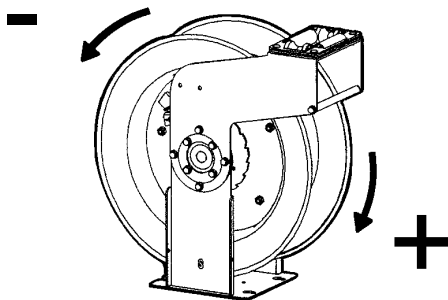

Fig. 6
4. Rotate the reel either to increase or decrease the tension (figure 6).
4. Faire tourner la bobine pour augmenter ou diminuer la tension du ressort. (voir la Figure 6).
4. Jetzt die Trommel drehen, um die Federspannung zu erhöhen oder zu senken.(Bild 6).